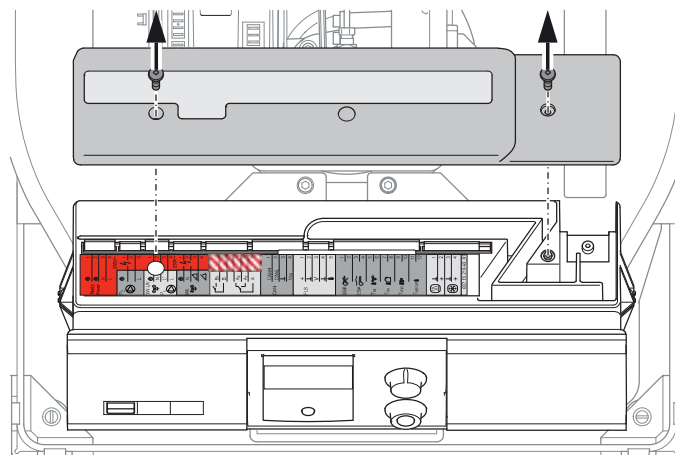

Fig. 6-3 Dévissage du capot du panneau de commande
4. Dévissez et retirez le couvercle du panneau de commande (fig. 6-3).
2. Dévissez et retirez le couvercle du panneau de commande (voir fig. 6-3).